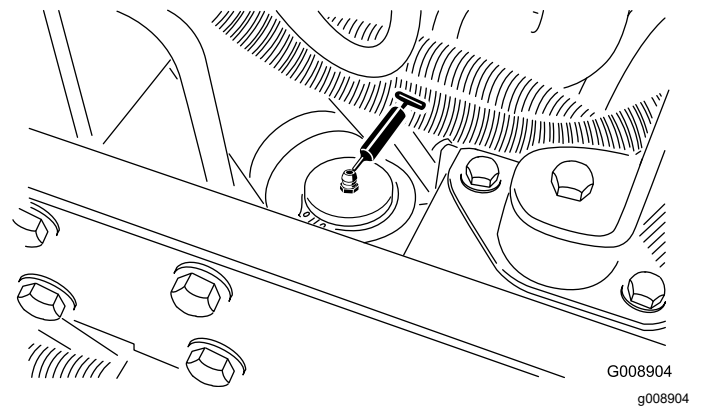

Figura 70
- Cilindro de dirección (Figura 70).